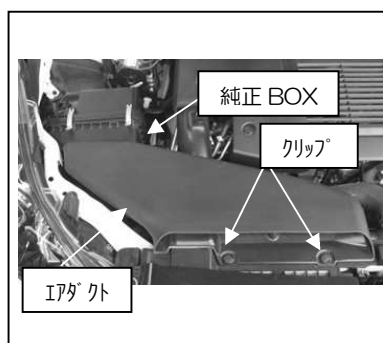

図 1
- ①クリップ 2箇所を外しエアダクトを取り外します。図 1 参照